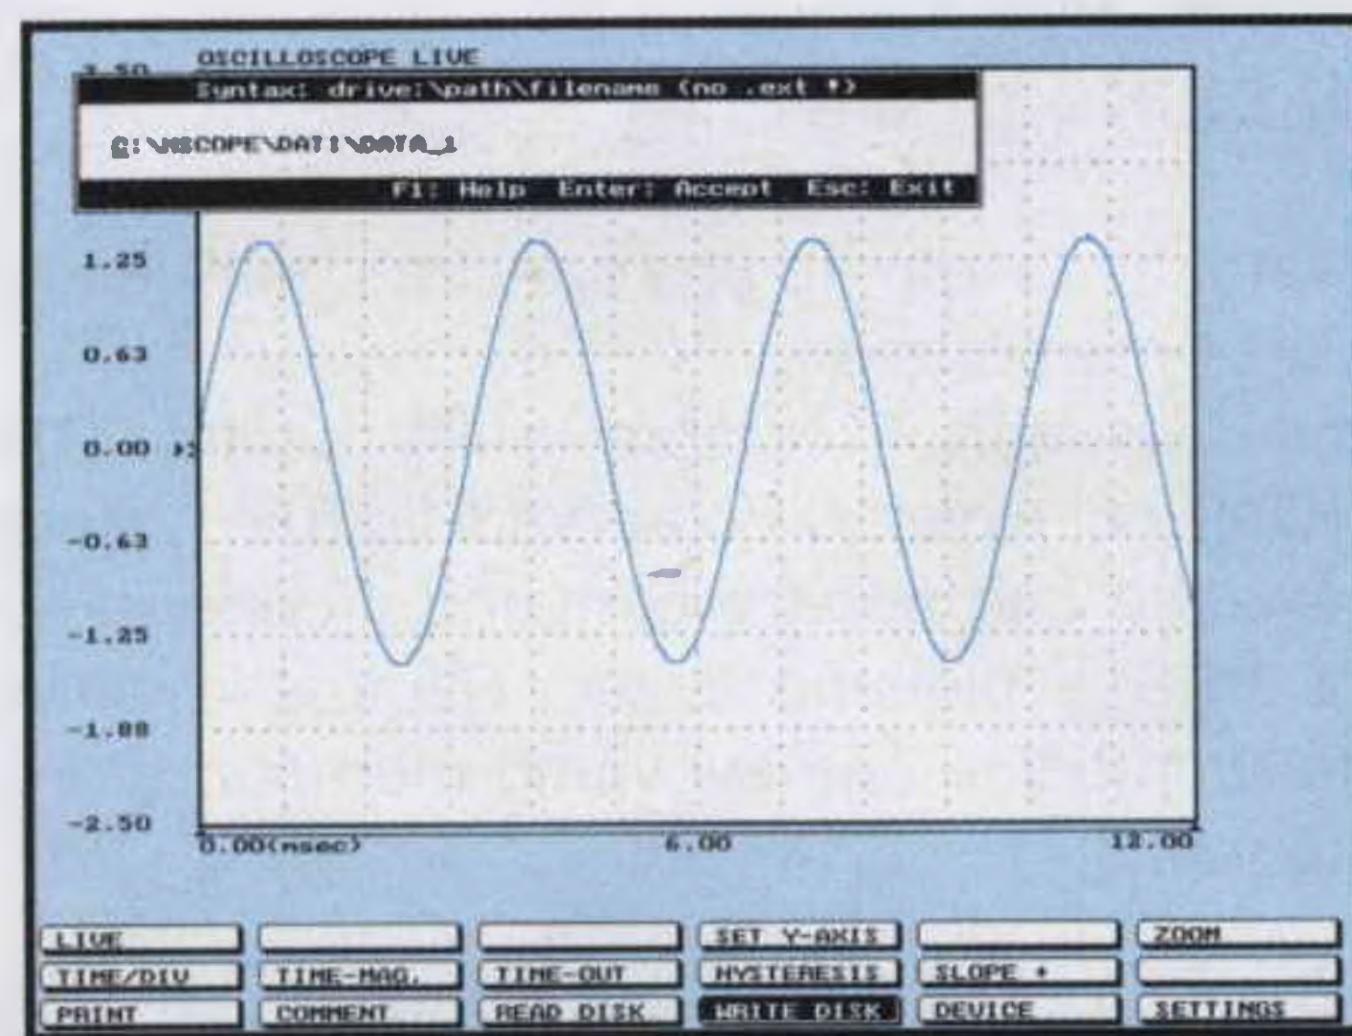

Fig.7 Per memorizzare una immagine portate il cursore su Write Disk e nella finestra in alto sostituite DATA-1 con il nome che volete dare al file.
In fig.7 potete vedere come sono disposte sullo stampato le piste **1 - 2 - 4 - 8 - C** dei commutatori. Se invertirete anche **uno solo** di questi fili il contasecondi non funzionerà.
– La forma d'onda si congela ed automaticamente in alto sul monitor appare questa scritta (vedi fig.7):
– Nella finestra in alto (vedi fig.7) modifichiamo la scritta **C:\MSCOPE\STAMPE\DATA-1** con il nome che vogliamo dare ai files da memorizzare su disco. In altre parole dobbiamo solo sostituire la parola posta a destra, cioè **DATA-1**, con un altro nome che non dovrà mai superare gli **8 caratteri**.